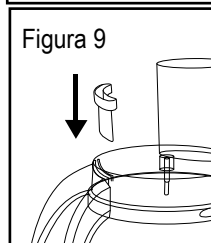

Figura 9
- 3a. Inserte el bloqueador del dispensador en su ranura para cerrar la abertura para dispensar y mantener los alimentos procesados en el interior del recipiente accesorio (Figura 9).